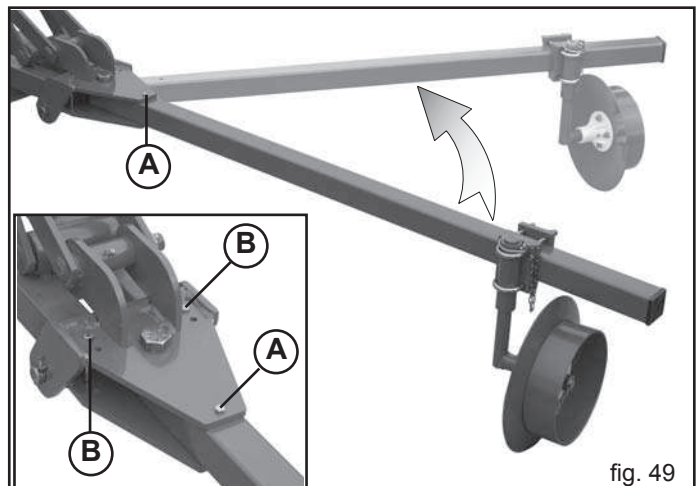

fig. 49
**Nur das äußere Segment des Spurreißers ist mit einer Bolzensicherung ausgestattet (A Abb. 49).** Beim Stoßen gegen ein Hindernis bricht die Bolzensicherung, damit sich das äußere Segment nach hinten drehen kann. Auf diese Weise wird eine Beschädigung der Struktur vermieden. Am Armgelenk sind zwei weitere Bolzensicherungen angebracht (B, Abb. 49), die zur Wiederherstellung der Funktionstüchtigkeit des Spurreißers verwendet werden können.